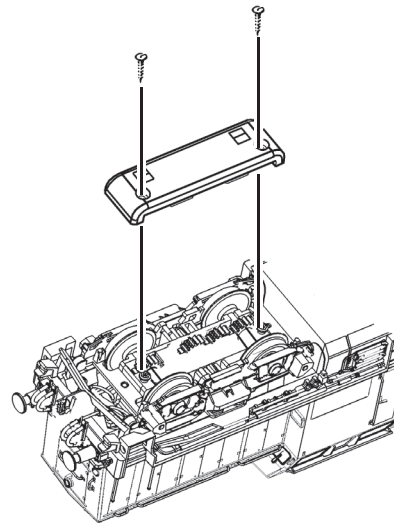

Fig. 3
2. Schmierung: Versehen Sie die im Schmierplan in Fig. 6 gekennzeichneten Stellen mit nur **kleinen Öltröpfen**. Dazu zuerst das Lokgehäuse abnehmen (Fig. 3). Wir empfehlen den **ROCO Öler Art.-Nr. 10906**. Fürs Schmieren der Getriebeteile (Zahnräder, Schnecke) empfehlen wir das **ROCO-Spezialfett Art.-Nr. 10905**. Im Falle der Schmierung diese Teile **nicht ölen**.
4. Kohlebürstenwechsel: Lokgehäuse abnehmen (Fig. 3). Danach wird der Motor ausgebaut und die Kohlebürsten ausgewechselt (Fig. 7).
2. Lubrication: Apply **tiny oil drops** to spots marked in fig. 6. Prior to lubrication dismantle locomotive (fig. 3). We recommend using item no. **10906, Roco oiler**. For lubrication the gearparts (e.g. cogwheels, worm) we should recommend our Roco **special grease** (item no. **10905**).
4. Carbon Brush Changing: First remove loco body (fig. 3), and then the motor (fig. 7).
4. Remplacement des balais du moteur: Démontez la caisse (voir fig. 3). Démontez ensuite le moteur et échangez le balais (fig. 7).
1. siehe } Fig.3